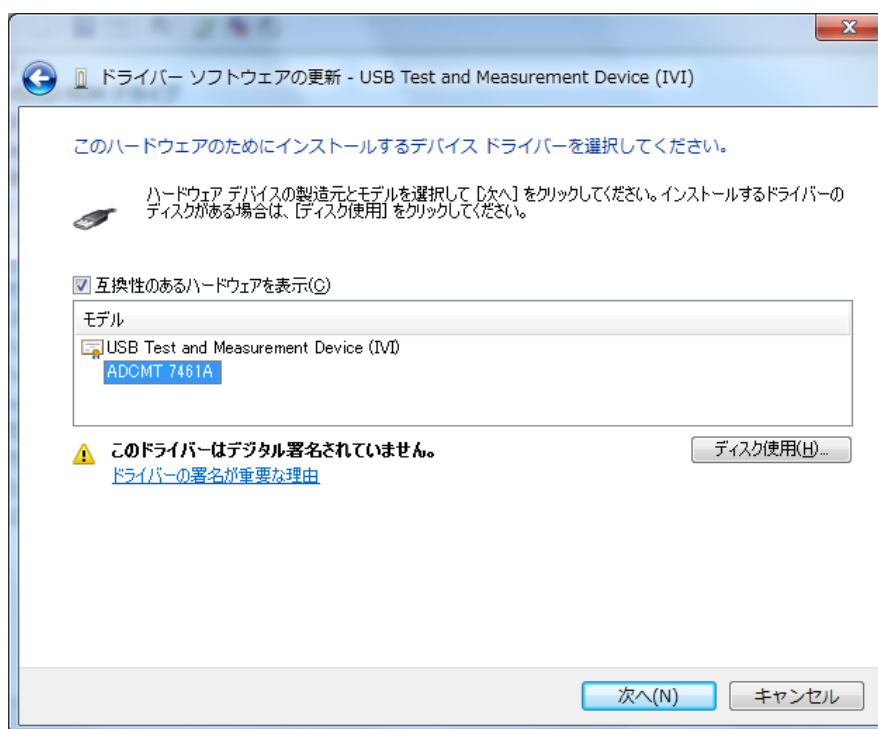

図 1-6
- ⑤ モデルから「ADCMT 7461A」（製品例）を選択して「次へ(N)>」を押します。（図 1-6）